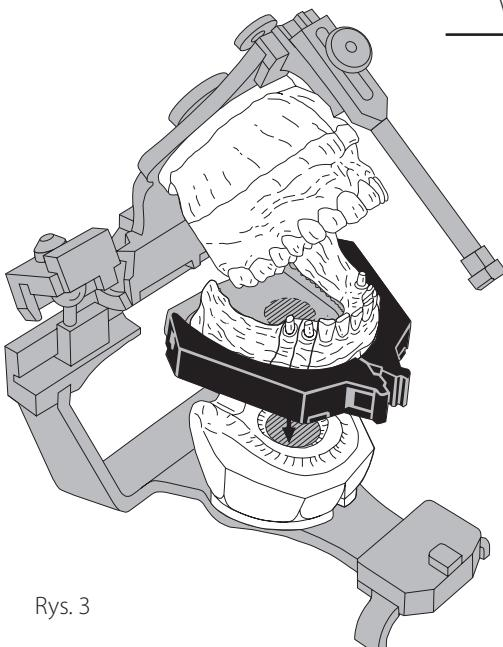

Rys. 1
5. Wyrównać 3 znaki odniesienia na łyżce wyciskowej ze znakami odniesienia na linii środkowej i tylnym znakiem odniesienia systemu Accu-Trac (rys. 1).